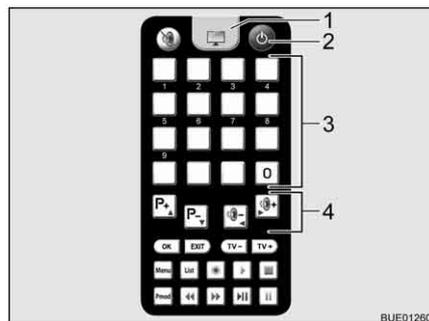

Fig. 25 Télécommande téléviseur
- Appuyer sur la touche "⌚" (Fig. 25,2) sur la télécommande du téléviseur.
- Appuyer sur la touche de la télécommande du téléviseur (Fig. 25,1) pour passer sur réception sur le téléviseur. La tonalité disparaît. Une image apparaît à l'écran.
- Choisir la station désirée au moyen des touches de mémoire (Fig. 25,3) de la télécommande du téléviseur ou des touches de fonction (Fig. 25,4).